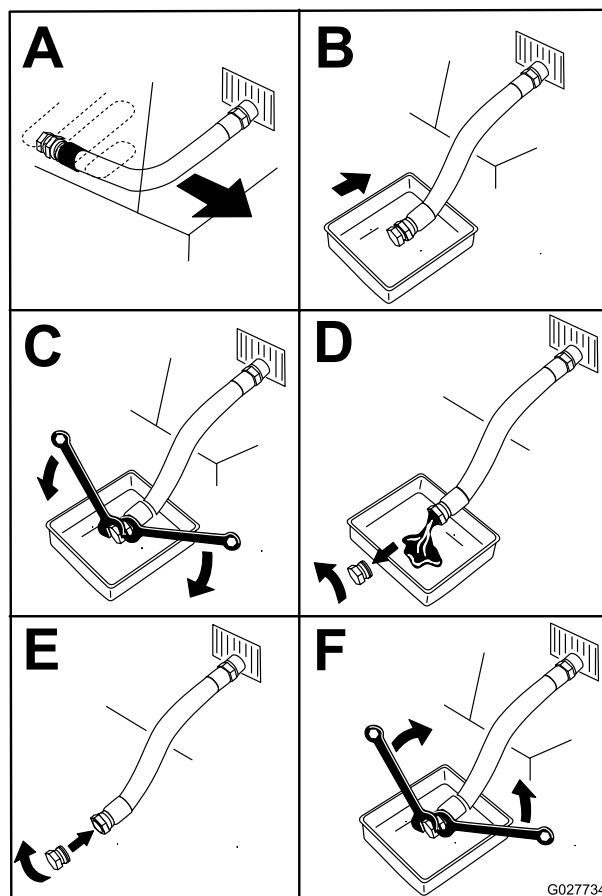

Figura 44
5. Purgue o óleo do motor (Figura 44).